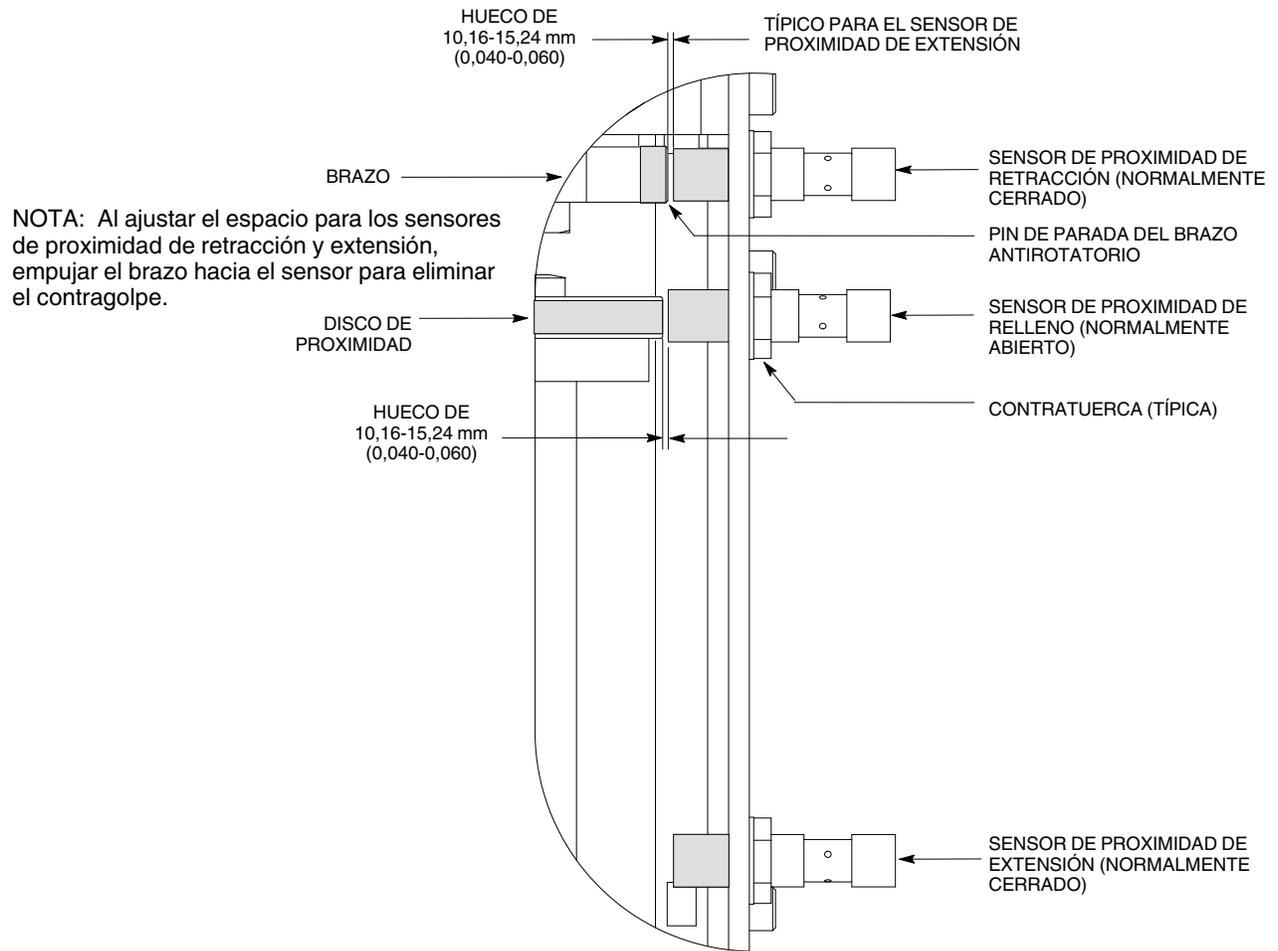

Figura 8 Ajuste del sensor de proximidad
1. Ver la figura 8. Extender o retraer el actuador lineal hasta que el pin de parada del brazo antirotatorio esté directamente detrás del sensor.
1. Ver la figura 8. Extender el conjunto del émbolo hasta que el disco de proximidad esté directamente detrás del sensor de proximidad.
3. Conectar el cable al sensor de proximidad (7).